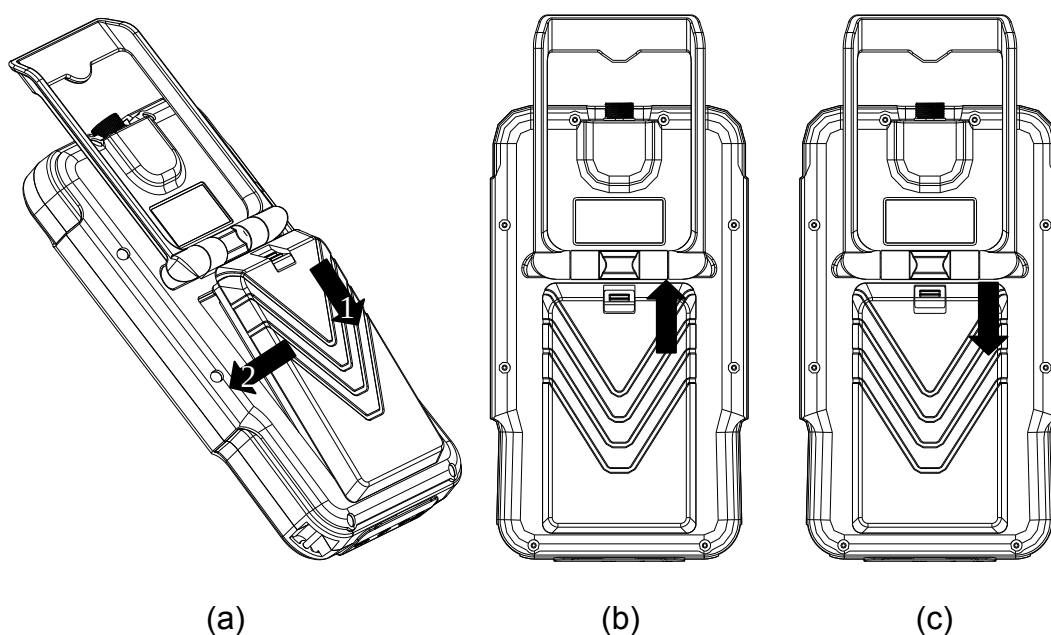

Рис.4-1 Установка и извлечение аккумулятора
- а) Установка: см. Рис.4-1 (а). Нажмите фиксирующий зажим аккумулятора, как показано стрелкой 1, и вставьте заднюю часть аккумулятора в батарейный отсек. Затем нажмите на переднюю часть аккумулятора по направлению стрелки 2. Когда зажим аккумулятора отодвигается в соответствии с направлениями стрелки на Рис. 4-1 (б), раздастся щелчок. Это означает, что аккумулятор установлен должным образом.
- б) Извлечение: Нажмите и удерживайте фиксирующий зажим аккумулятора в направлении стрелки на Рис. 4-1 (с); извлечение аккумулятора проходит в порядке, обратном его установке.